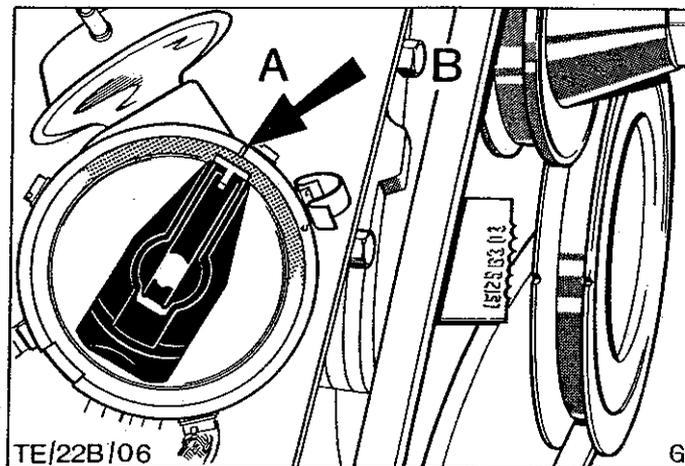

Abb.64 V6-Motor und Verteilerläufer auf 9° v.O.T.
- c) Motor auf 9° v.O.T. drehen, Abb.64. Dabei steht der Verteilerläufer auf Nut im Verteiler-Gehäuse.